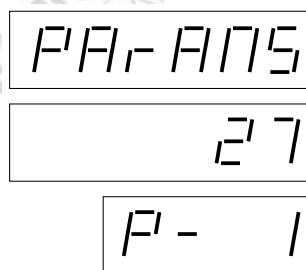

Рис. 14 Установка параметров
3. Нажатием клавиши „0“ в меню „PArAMS“ в строке объема отобразится значение параметра, а в строке цены за единицу „P-“ и номер параметра см. рис. 14. При повторном нажатии клавиши „0“ последовательно просматривается список параметров. Клавиша обладает функцией повторения, так наз. „autorepeat“. Это означает, что при удерживании клавиши автоматически увеличиваются номера параметров.